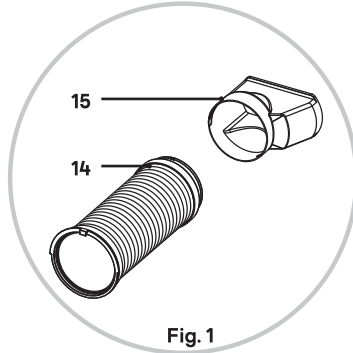

Fig. 1
3. Fije con un clic la boquilla de escape (n.º 15) en el conector de escape (n.º 14). (Fig. 1)